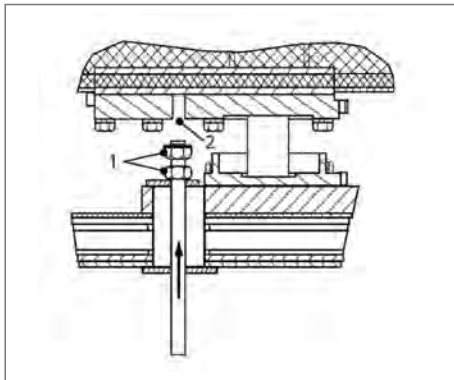

Abbildung 74
3. Schrauben Sie zwei Muttern und eine Unterlegscheibe (Abb. 74 | 1) auf die Gewindestange und schrauben Sie die Gewindestange in die Gewindebohrung (Abb. 74 | 2) ein.